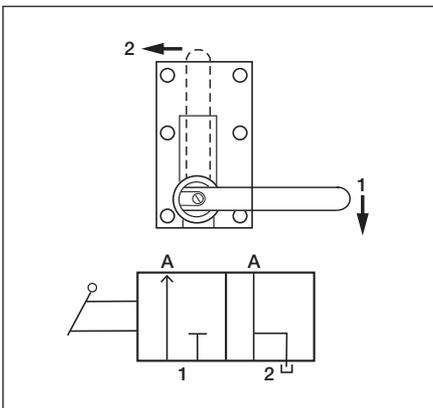

Figura 7
1. Deplasați maneta supapei în poziția 1, după cum este indicat în figura 7.